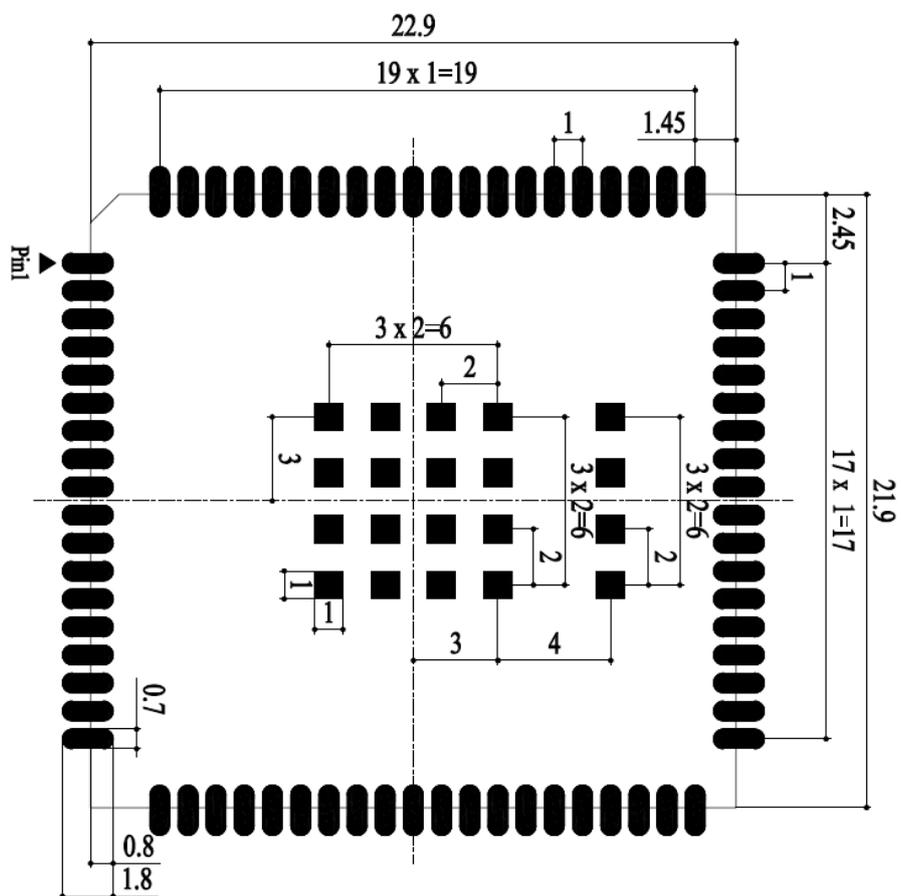

图 41：推荐封装
2. 图 41 为 EC600E-CN 模块的推荐封装。如考虑 EC600x 系列模块的兼容设计，请使用兼容封装进行设计。关于兼容封装的详情，请参考文档 [4]。兼容封装的引脚定义请参考对应模块的硬件设计手册。